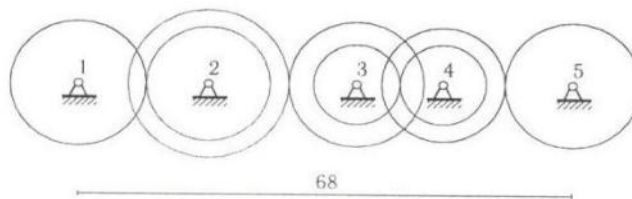

Рис. 7
**Задача 7.** Оси колес фрикционной передачи расположены на одной прямой (рис. 7). Даны радиусы колес  $r_2 = 10$  см,  $R_2 = 13$  см,  $r_3 = 7$  см,  $R_3 = 11$  см,  $r_4 = 7$  см,  $R_4 = 10$  см, расстояние между крайними осями 68 см и угловые скорости  $\omega_1 = 33$  с $^{-1}$ ,  $\omega_5 = 91$  с $^{-1}$ . Найти радиусы колес 1 и 5.